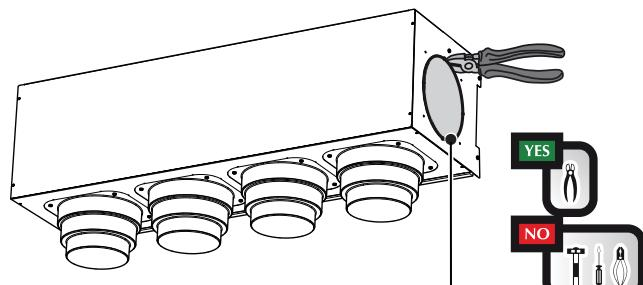

Fig.11
- Rimuovere con un tronchese i quattro punti di unione del semitranziato in lamiera (fig.11)